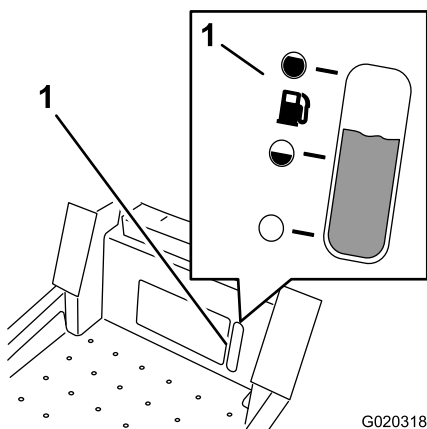

Figura 6
La mirilla de combustible situada debajo del puesto del operador puede utilizarse para verificar el nivel de gasolina en el depósito (Figura 6).
Utilice la mirilla de combustible situada debajo del puesto del operador para verificar el nivel de gasolina antes de llenar el depósito (Figura 6).
**Nota:** Puede utilizar la mirilla de combustible, situada debajo del puesto del operador, para verificar la presencia de gasolina antes de llenar el depósito (Figura 6).